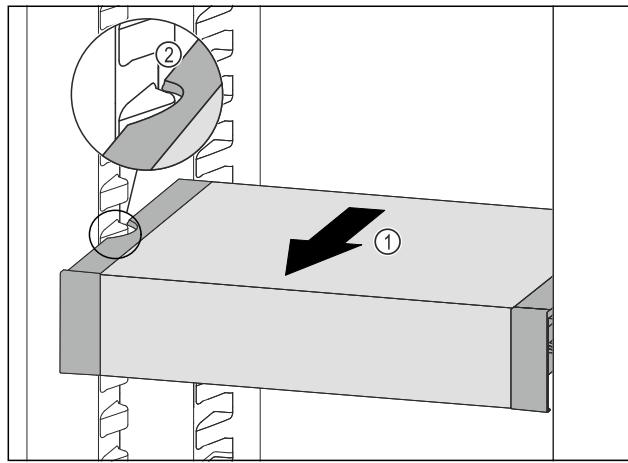

Fig. 68
- Потягнути VarioSafe вперед Fig. 68 (1), поки бокові заглиблення VarioSafe не опиняться на рівні ребра для резервуара в охолоджувальному відділенні. Fig. 68 (2)